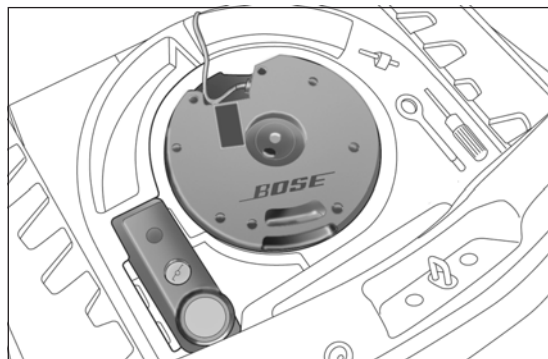

fig. 130
- ☐ prendi il "Kit Fix&Go Automatic" ubicato sul lato sinistro del bagagliaio (fig. 130);
AVVERTENZA Nel caso in cui fosse necessario rimuovere il Subwoofer, per riposizionarlo correttamente segui le indicazioni presenti sull'etichetta adesiva fig. 130 ubicata sopra il Subwoofer stesso.